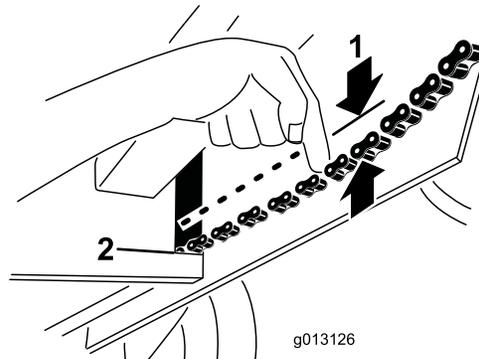

Figura 32
3. Tire hacia abajo sobre cada cadena cerca del hueco del bastidor con una fuerza de 9 kg (20 libras) (Figura 32). Si la cadena se flexiona más de 3 mm ( $\frac{1}{8}$ "), apriétela como se indica a continuación: